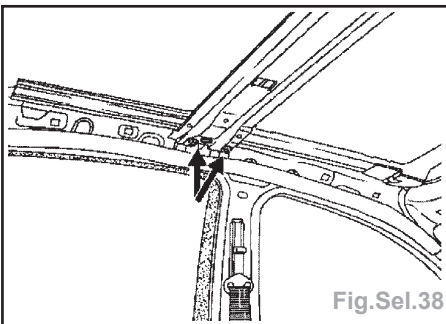

Fig.Sel.38
- les douze vis de fixation (A).
- Débrancher les quatre tuyaux d'évacuation d'eau (B).
- Déposer les quatre vis de fixation sur la traverse centrale et dégager le toit ouvrant par l'arrière du véhicule (Fig.Sel.38).